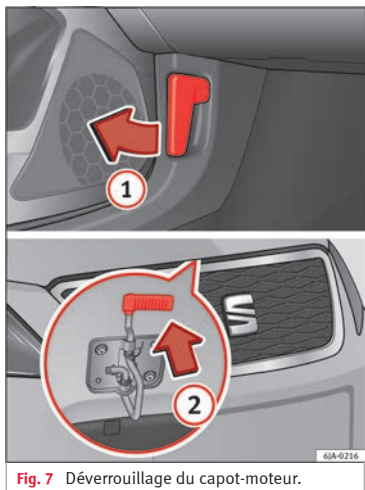

Fig. 7 Déverrouillage du capot-moteur.
- Ouvrir le capot : tirez le levier situé sous le combiné d'instruments » fig. 7 ①.
soit orientée vers le haut » fig. 7 ②. Le crochet de fixation est alors déverrouillé.